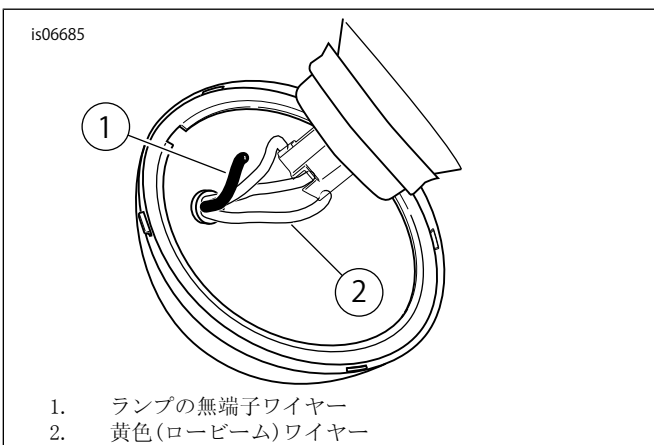

図7. スwitchの無端子ワイヤーをヘッドライトの黄色ワイヤーに接合します。
19. 「図7」を参照してください。スイッチの非終端ワイヤー(1)を、グロメットを通してヘッドライトのハウジング内に配線します。無端子ワイヤーを黄色(ロービーム)ワイヤー(2)に、キットのScotchlok®電子コネクタ(品目14)を使い接合します。